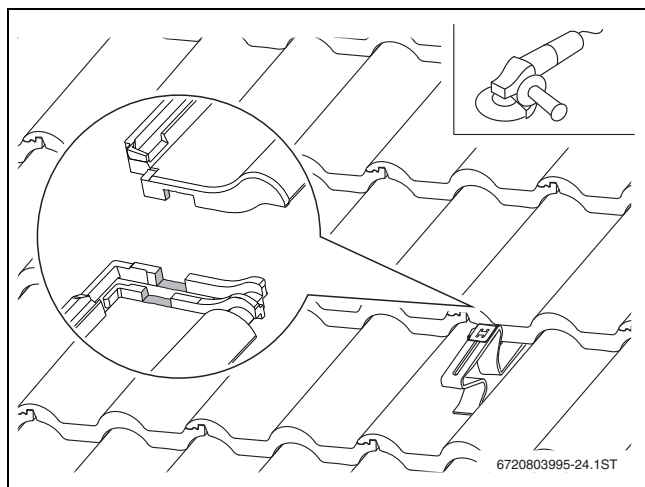

Fig. 21 Ajustar a telha
- ▶ Remover cuidadosamente os pontos de suporte da telha nos limites do gancho de fixação (→ fig. 21).
- ▶ Encaixar a parte inferior do gancho de fixação no orifício superior do gancho de fixação para telhados. Não apertar ainda a porca (→ fig. 21).